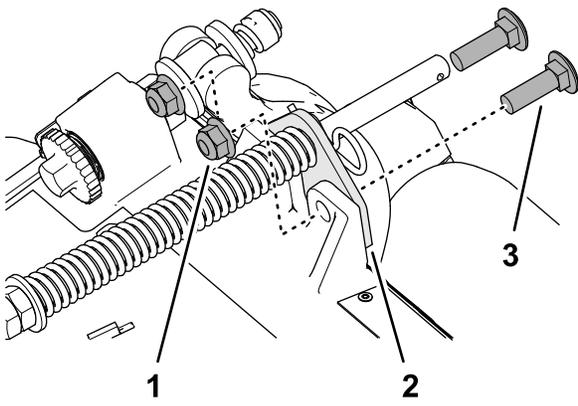

图 11
- 拆下将草坪补偿支架固定到滚刀组架的 2 个凸缘锁紧螺母 $\frac{3}{8}$ 英寸和 2 个托架螺栓 $\frac{3}{8}$ x $1\frac{1}{4}$ 英寸 **图 11**。